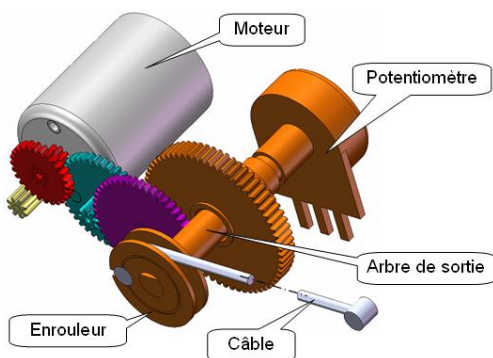

Fig.11 : Perspective DAO du réducteur
Pour tendre le câble, on enroule celui-ci autour d'une poulie appelée enrouleur. Sa rotation est provoquée par un ensemble motoréducteur à 4 étages (Voir fig. 11 et 12 ci-dessous). Sur l'axe de l'enrouleur est placé un potentiomètre permettant d'acquérir l'enroulement du câble et donc une image de la position des aimants.
**Question 2-2** (1 point) : En vous aidant des figures 11 et 12 page 4 du dossier technique et du résultat précédent, calculez les angles en degré parcourus par l'enrouleur pour obtenir ces déplacements. On négligera le diamètre du câble.